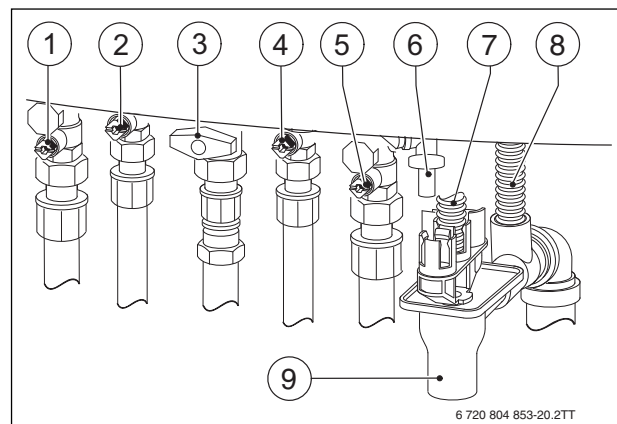

Bild 23 Gas- und wasserseitige Anschlüsse (Zubehör)
- Gashahn (→ Bild 23, Seite 19) öffnen.